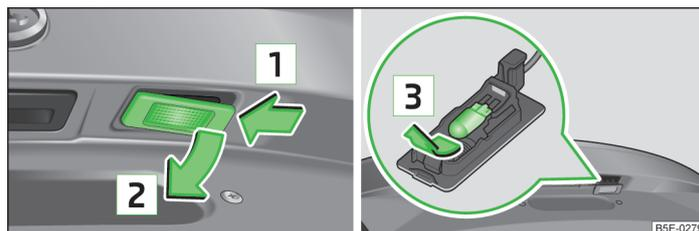

Abb. 228 Kennzeichenleuchte ausbauen / Glühlampe wechseln
- › Die Leuchte in Pfeilrichtung **1** » Abb. 228 eindrücken.